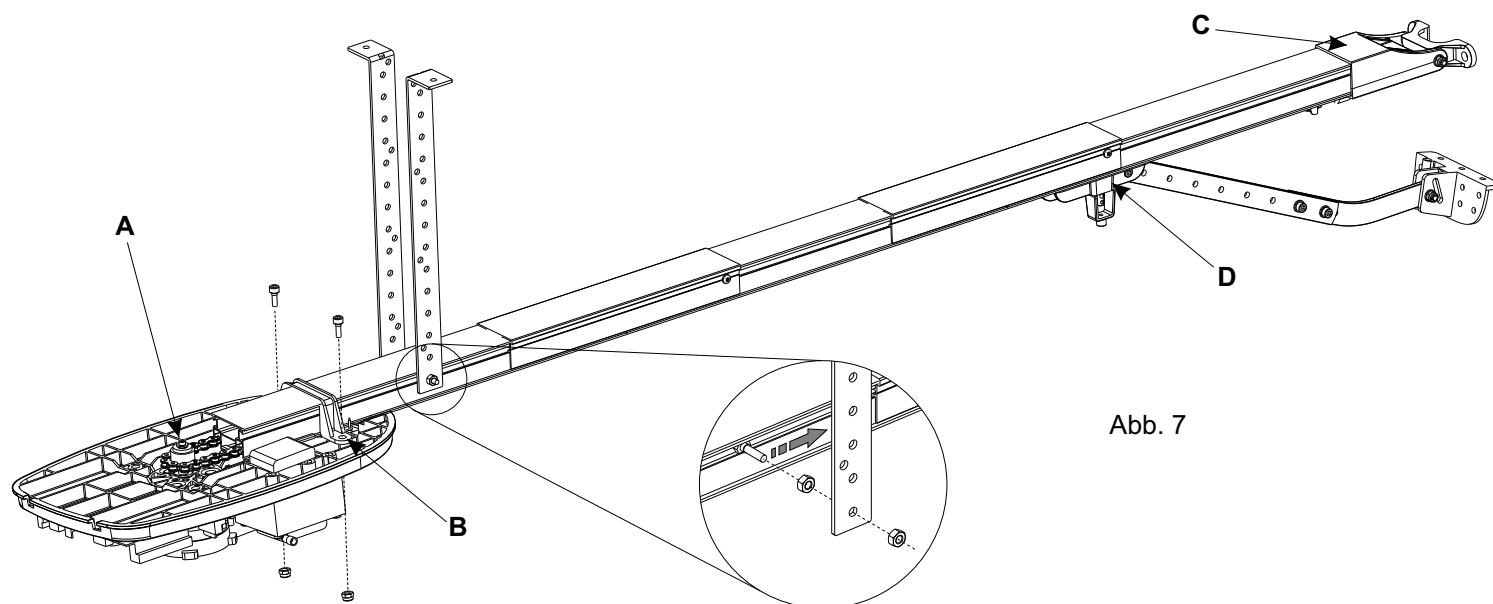

Abb. 7
HINWEIS: In Abb. 4 ist ein, in den Spalten eingesetztes, Schraubenpaar abgebildet, das zur Befestigung des CORONA Antriebs an den zwei dafür vorgesehenen Führungen an der Decke benötigt wird (Siehe auch Abb. 7).
- Sicherstellen, dass die Kette richtig auf dem Zahnrad des Corona Antriebs eingesetzt ist. (Abb. 7 - A)
- Die Schiene auf dem Corona an den Anschlag bringen und mit dem dafür vorgesehenen Bügel befestigen. (Abb. 7 - B)
- Am anderen Ende der Schiene die Stütze der vorderen Befestigung anbringen. (Abb. 7 - C)